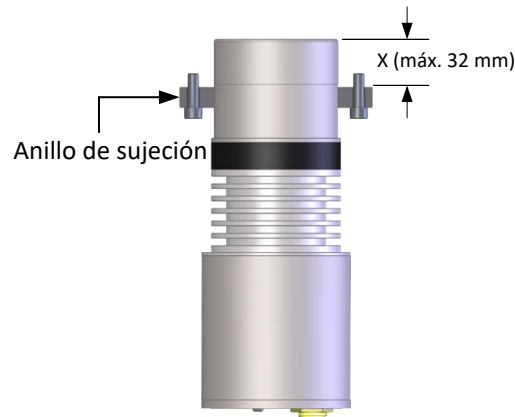

Ilustración 28: Colocación del anillo de sujeción
3. Ajuste la posición del anillo de sujeción para que encaje con la profundidad de inserción requerida (Ilustración 28).